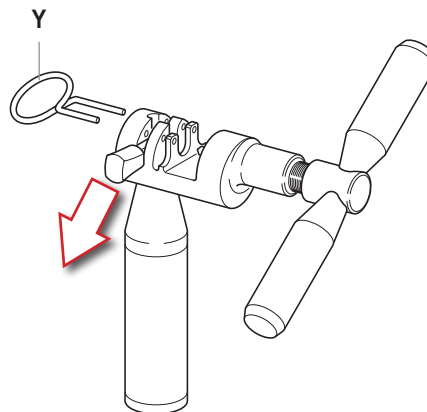

Fig.17
- Preparate l'utensile **UT-CN400 (12s) / UT-CN300 (11s / 12s)**, posizionando la linguetta in modalità di chiusura (Y - Fig. 17).